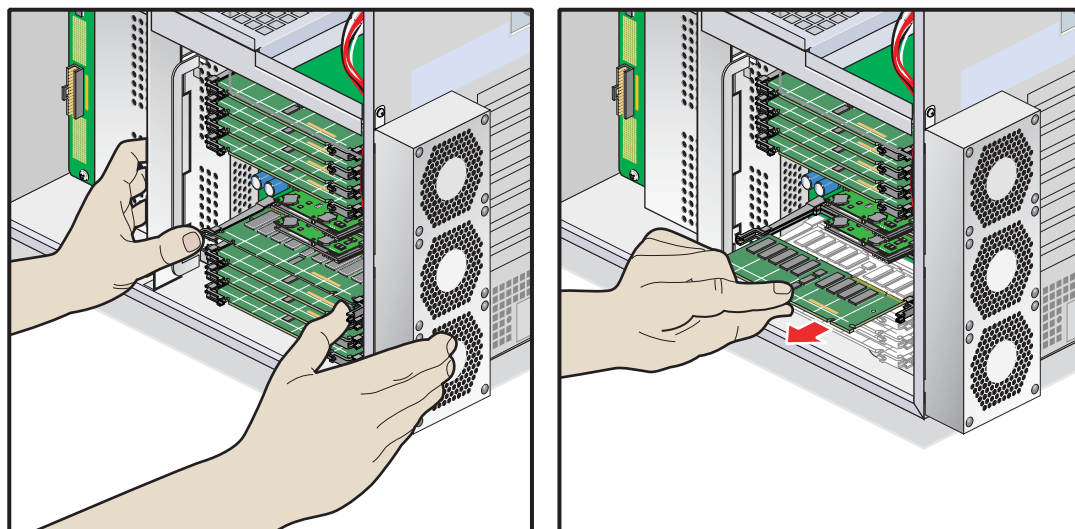

図 3-8 DIMM の取外し
2. DIMM ソケットの端のラッチを外側に引きます (図 3-8 を参照)。すると、DIMM が部分的にソケットから外れます。